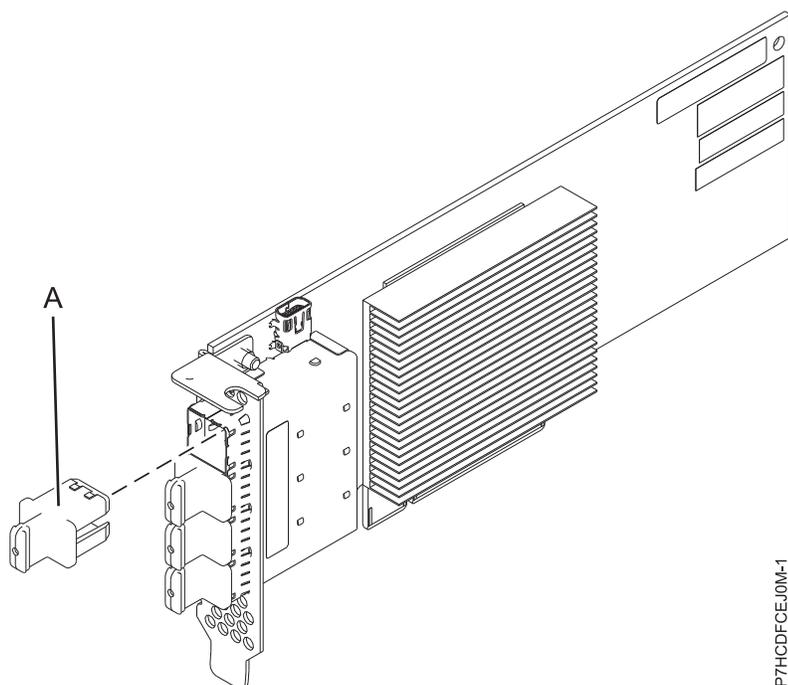

図6. PCIe3 LP 4 x8 SAS ポート・アダプター
PCIe3 LP 4 x8 SASポート・アダプターは、PCI Express (PCIe)、第 3 世代、RAID SAS アダプターで、ロー・プロファイル、ショート・フォーム・ファクター・アダプターです。このアダプターは、高性能で高密度のシリアル接続 SCSI (SAS) アプリケーションに使用されます。これは、4 つの mini SAS 高密度 (HD) x4 コネクタを使用して SAS DVD または SAS テープの接続をサポートするため、これにより、物理リンクをさまざまな狭幅ポート構成および広幅ポート構成で使用できるようになります。SAS テープの接続は、単一アダプター構成でのみサポートされ、同じアダプター上で SAS ディスクと混用することはできません。アダプターは、書き込みキャッシュを備えていません。20 ページの図 6 は、PCIe3 LP 4 x8 SASポート・アダプターを示しています。
20 ページの図 6 はアダプターを示しています。コネクタ・プラグ (A) は、空白ポートに取り付けて、隣接したポート・コネクタのケーブルが差し込まれたり取り外されたりした場合のそのポートの損傷を防